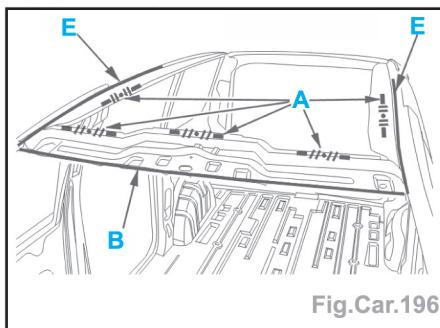

Fig.Car.196
- Poser les cordons de calage préformés (suivant **A** : longueur **300,0 mm** - \varnothing **13 mm**) (Fig.Car.196).